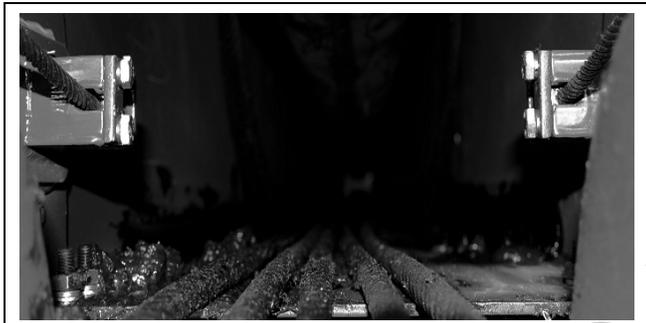

FIGURA 4-62
- 4. Conecte los extremos de botón de los cables de retracción a los puntos de anclaje (Figura 4-62, 1) de la sección de extremo. Utilice una placa retenedora (Figura 4-62, 2), dos pernos y dos arandelas en cada anclaje para fijar los cables.